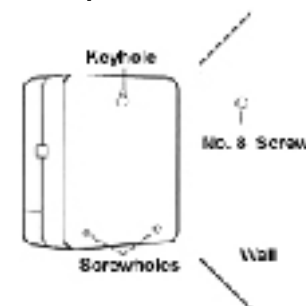

Figure 15: Montage du programmeur
- Visser une vis No. 8 à travers chacun des deux trous au bas du boîtier du programmeur et dans le mur [Voir Figure 15].